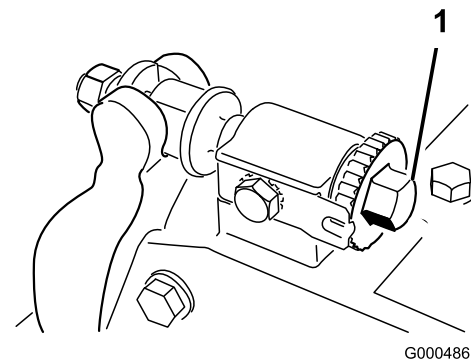

Figura 11
1. Coloque la unidad de corte en una superficie de trabajo plana y nivelada. Gire los tornillos de ajuste de la barra de asiento en el sentido contrario a las agujas del reloj para asegurarse de que la barra no está en contacto con el molinete (Figura 11).